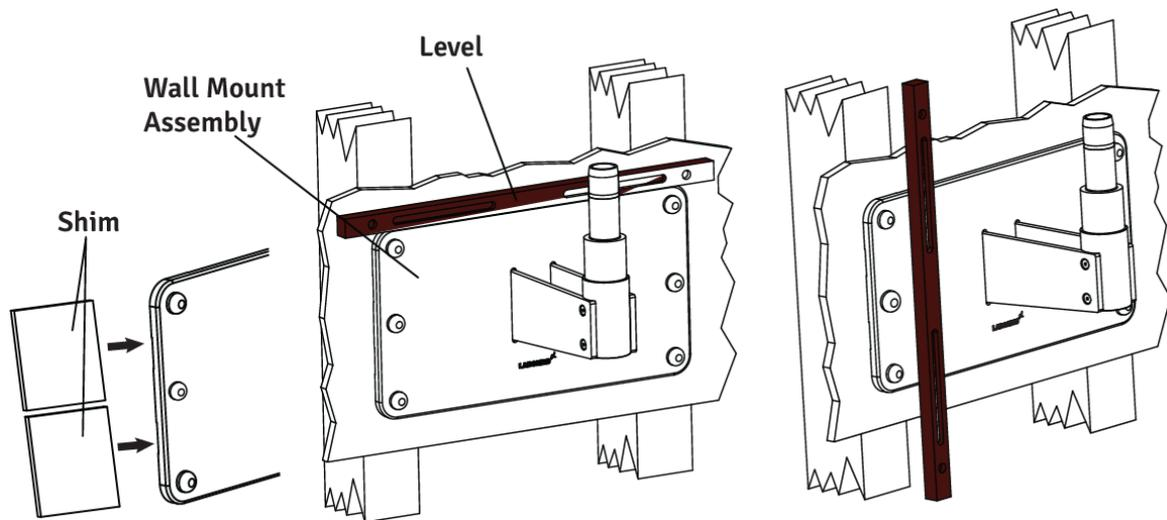

Abb. 21
2. Legen Sie eine Wasserwaage über die Oberseite der Rückplatte, um die horizontale Ausrichtung zu überprüfen. Siehe Abbildung 21.
5. Legen Sie auf beiden Seiten eine Wasserwaage senkrecht an die Wandhalterung, um sicherzustellen, dass sie senkrecht zum Boden steht. Siehe Abbildung 21.
neben den Zugschrauben. Siehe Abbildung 21. Überprüfen Sie dies mit der Wasserwaage und ziehen Sie die Zugschrauben fest, sobald die Halterung waagrecht ist.